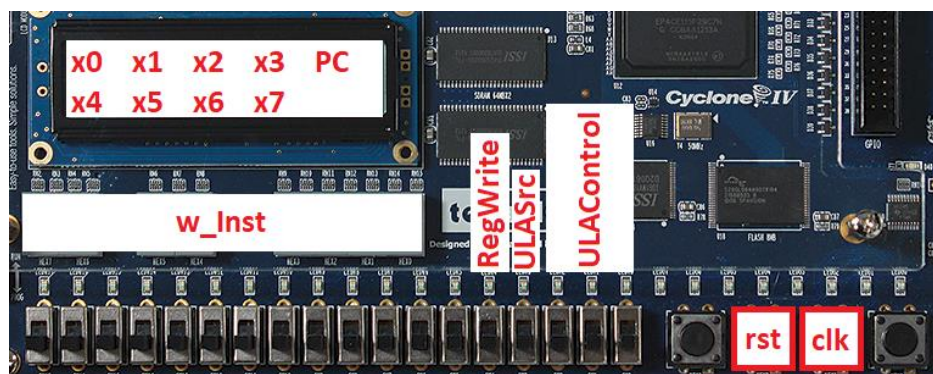

Figura 6 – Placa
- Faça uma pequena alteração no módulo RegisterFile. Crie 8 saídas auxiliares para visualizar externamente os valores de cada um dos registradores. Ao instanciar o módulo, faça as seguintes ligações: *.x0(w\_d0x0)*, *.x1(w\_d0x1)*, *.x2(w\_d0x2)*, *.x3(w\_d0x3)*, *.x4(w\_d1x0)*, *.x5(w\_d1x1)*, *.x6(w\_d1x2)*, *.x7(w\_d1x3)*. Nesse caso, o LCD deverá ficar conforme a Figura 6.